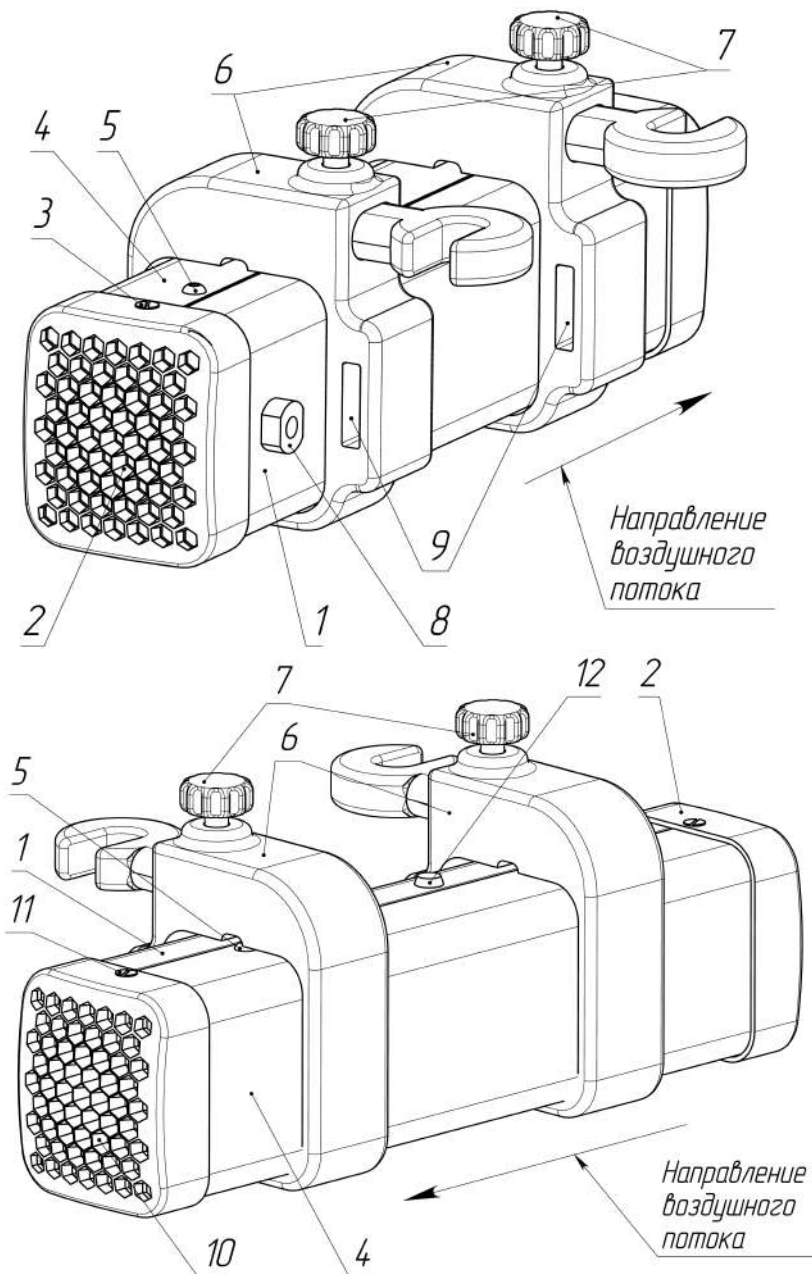

Рис. 1 Общий вид
1.6. Общий вид облучателя представлен на Рис. 1.
3.1. Установка облучателя осуществляется на подголовник автомобиля при помощи кронштейнов (6) или ремня (Рис.1). Для установки ремня, входящего в комплект поставки, на корпусе кронштейнов предусмотрены отверстия (9) (Рис.1).
3.6. При креплении облучателя ремнем, необходимо снять фиксаторы кронштейнов (Рис. 2), установить ремень в отверстия (9) (Рис.1) и закрепить облучатель на подголовнике.
3.8. При подаче питания загорается индикаторная лампа (12) (Рис. 1) и происходит включение рециркулятора.